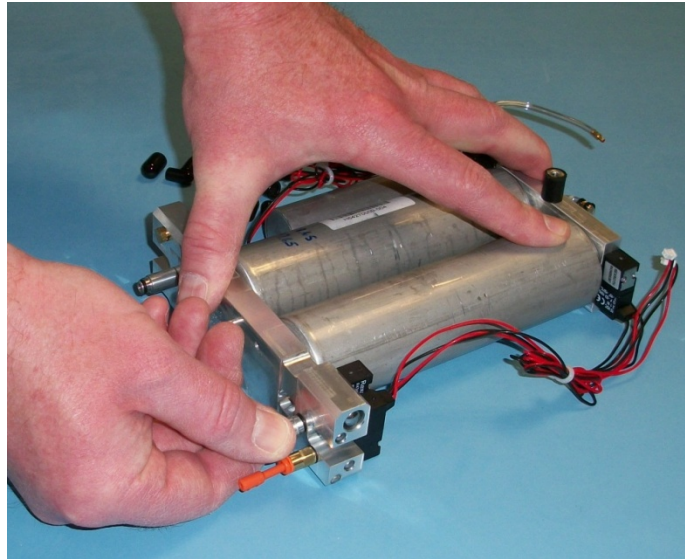

Abbildung 5.20
4. Falls einer der beiden Anschlüsse, die den Kompressor mit der Sammelleitung verbinden am Kompressor befestigt ist, entfernen Sie ihn und stecken Sie ihn in die Sammelleitung. (Siehe Abbildung 5.20).